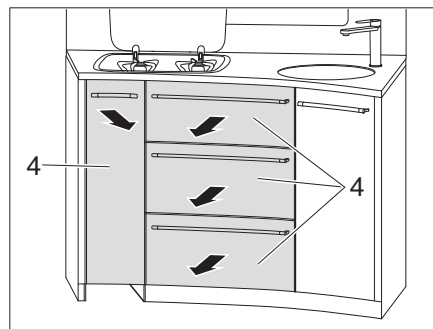

Fig. 116 Extraer los cajones de la cocina
- Extraer los cajones de la cocina (Fig. 116,4).